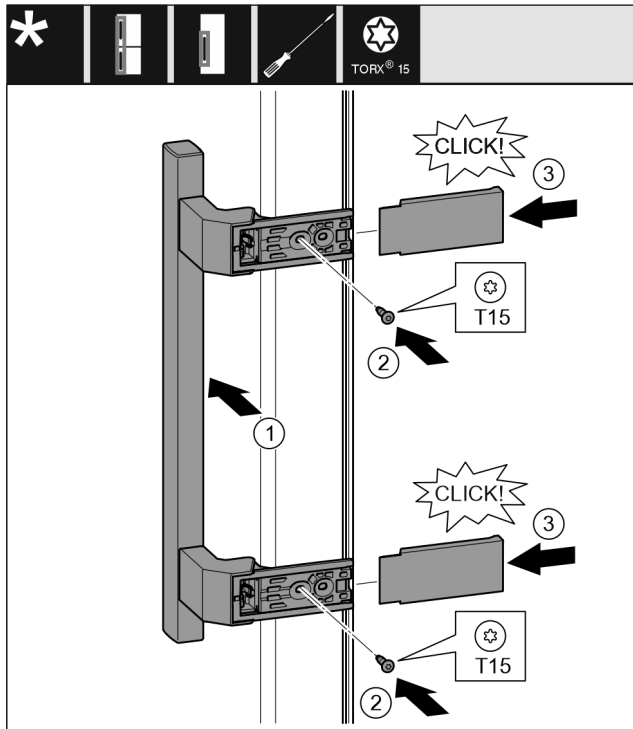

Fig. 40
- ▶ Установите ручку на противоположной стороне. Fig. 40 (1)
- ▶ Затяните винты отверткой T15. Fig. 40 (2)
- ▶ Установите крышки сбоку и надвиньте их. Fig. 40 (3)